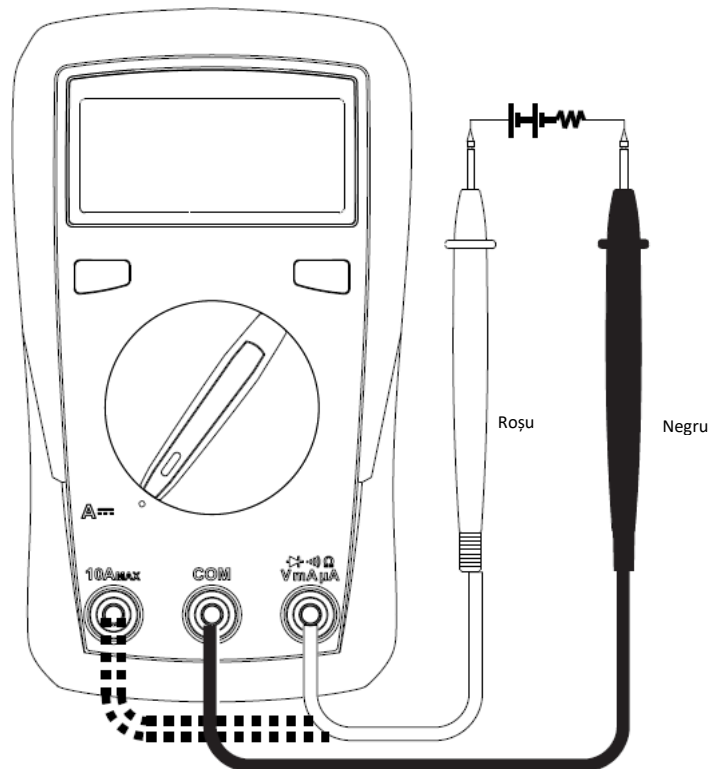

Figura 3
6. Măsurarea c.c. (consultați figura 3)
7. Măsurarea c.a. (doar pentru UT131A, consultați Figura 3)
Consultați secțiunea 6 „Măsurarea c.c. (Consultați figura 3)”